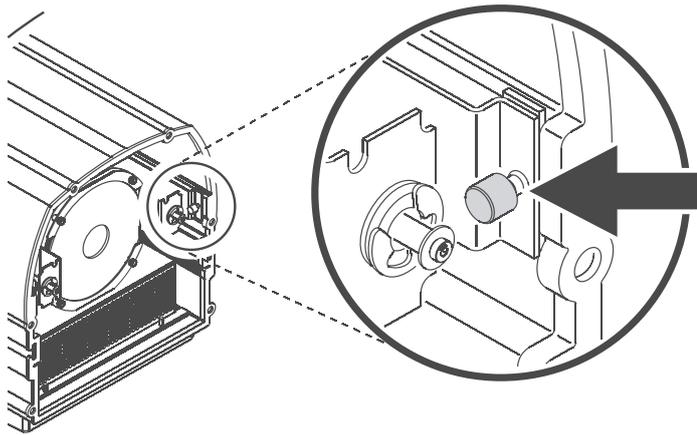

Figura 19: Trava deslizante
3. Veja a Figura 19. Puxe as travas deslizantes nos controles deslizantes em cada lado na parte dianteira do compartimento.